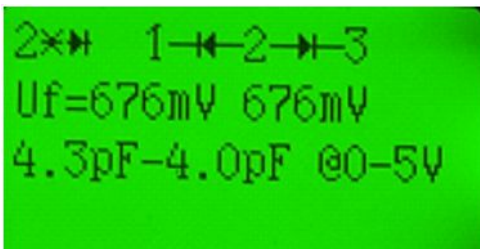
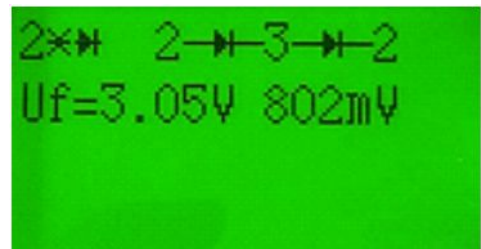

Figura 11d
Figura 11e
En las figuras 11a, b, c, d, y e; el display nos muestra los parámetros de diferentes diodos. Es de acotar que en la figura 11d, en el lado izquierdo de la fila 1 se indica la cantidad de diodos (2) que tiene el encapsulado, en este caso, de montaje superficial. La unión de los diodos por sus ánodos se da por el pin 2. En la figura 11e se muestran los parámetros de un diodo Zener. En display aparecen 2 diodos porque detecta por un lado a un diodo Zener con una tensión de ruptura de 3.03V, lado izquierdo de la fila 2, y por otro lado, a un diodo normal con un Vf de 802 mV, lado derecho de la fila 2. El Zener probado es de 3,6V.